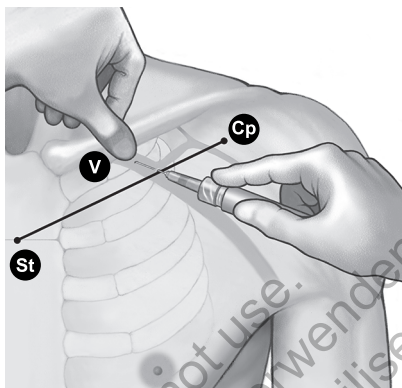

Figura 7. Posición del pulgar y del punto de entrada de la aguja
4. Oprima con el pulgar sobre el dedo índice y proyéctelo 1-2 centímetros por debajo de la clavícula para proteger el músculo subclavio de la aguja (cuando exista hipertrofia del músculo pectoral, el pulgar deberá proyectarse unos 2 centímetros por debajo de la clavícula, ya que el músculo subclavio estará también hipertrofiado) (Figura 7 Posición del pulgar y del punto de entrada de la aguja en la página 19).